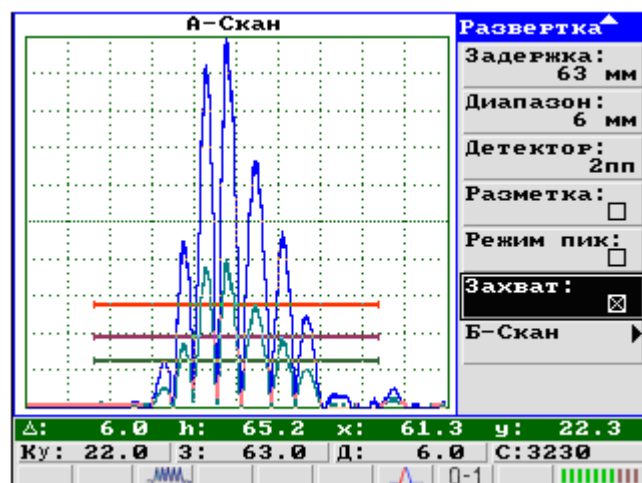

Рисунок 16 – Режим «Захват»
6.3.1.3.6 Пункт «Захват» - включает/выключает режим фиксации («стоп кадр») изображения на экране дефектоскопа. При этом на экране наблюдаются два сигнала: сигнал, фиксированный в момент включения данного режима (отображается зеленым цветом) и текущий активный сигнал (см. рисунок 16).